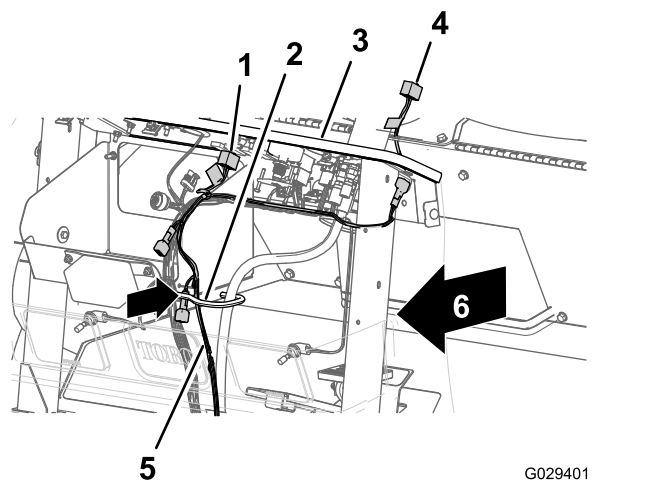

Bild 15
- Verlegen Sie den Armaturenbrettzweig (240 cm) des Kabelbaums durch die Scheibe an der Öffnung im vorderen Schott und innen am Kabel und Schlauchhaken (Bild 15).